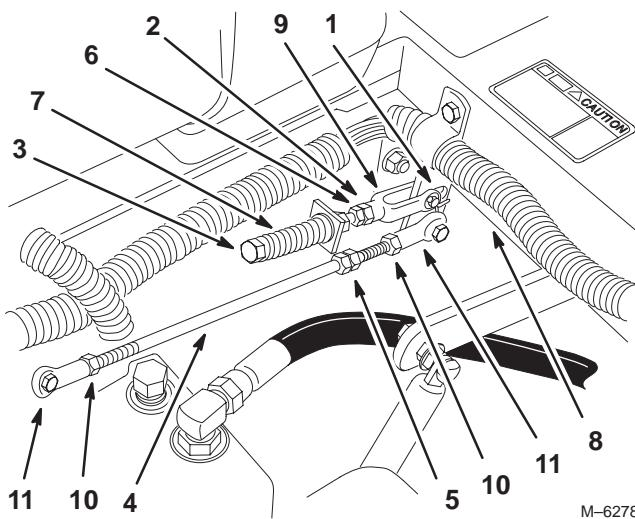

Figure 53
3. Placez le levier au point mort, **sans le verrouiller** (Fig. 53).
4. Tirez-le ensuite en arrière jusqu'à ce que l'axe de chape (situé sur le bras au-dessous de l'axe de pivot) touche l'extrémité de la fente (c.-à-d. commence juste à appuyer sur le ressort) (Fig. 53).
6. Si un réglage s'impose, desserrez l'écrou et l'écrou de blocage vissés contre la chape (Fig. 53).
8. Serrez l'écrou et l'écrou de blocage (Fig. 53).
- Desserrez les contre-écrous sur les rotules de la tige de commande de la pompe (Fig. 53).
- Réglez la longueur de la tige de pompe en tournant les doubles écrous dans le sens voulu, jusqu'à ce que la roue soit immobilisée ou tourne légèrement en marche arrière (Fig. 53).
- Serrez les contre-écrous contre les rotules (Fig. 53).